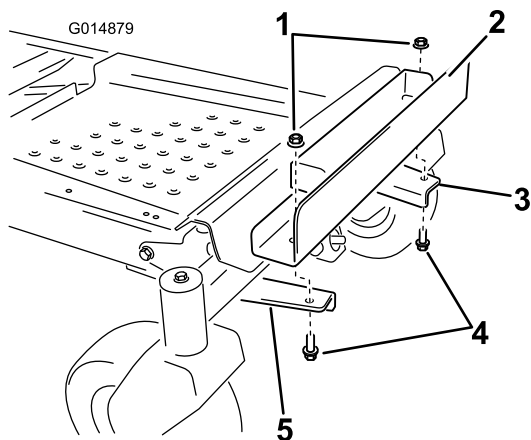

Figura 8
6. Instale el soporte de los pesos en los soportes de montaje alineando los taladros exteriores del soporte con los soportes de montaje instalados anteriormente (Figura 8).
7. Sujete el soporte de los pesos con 2 pernos ($\frac{3}{8}$ "x 1") y 2 contratuercas ($\frac{3}{8}$ ") (Figura 8).